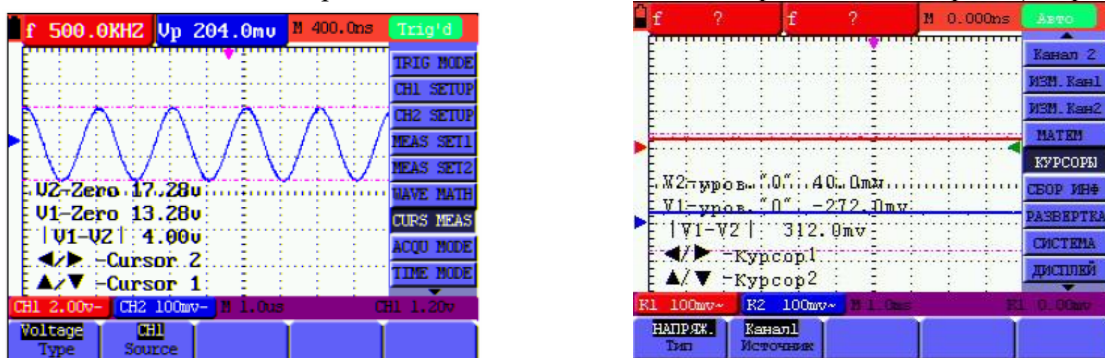

Рис. 45: Курсорные измерения ΔV
8. Абсолютное значение напряжения Кан1 и Кан2 – также отображаются на экране (см. рис.45).